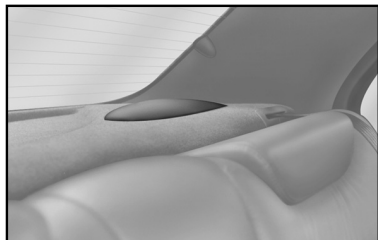

fig. 8
- alto-falantes traseiros, já instalados sob a cobertura do portamalhas, **fig. 8**.